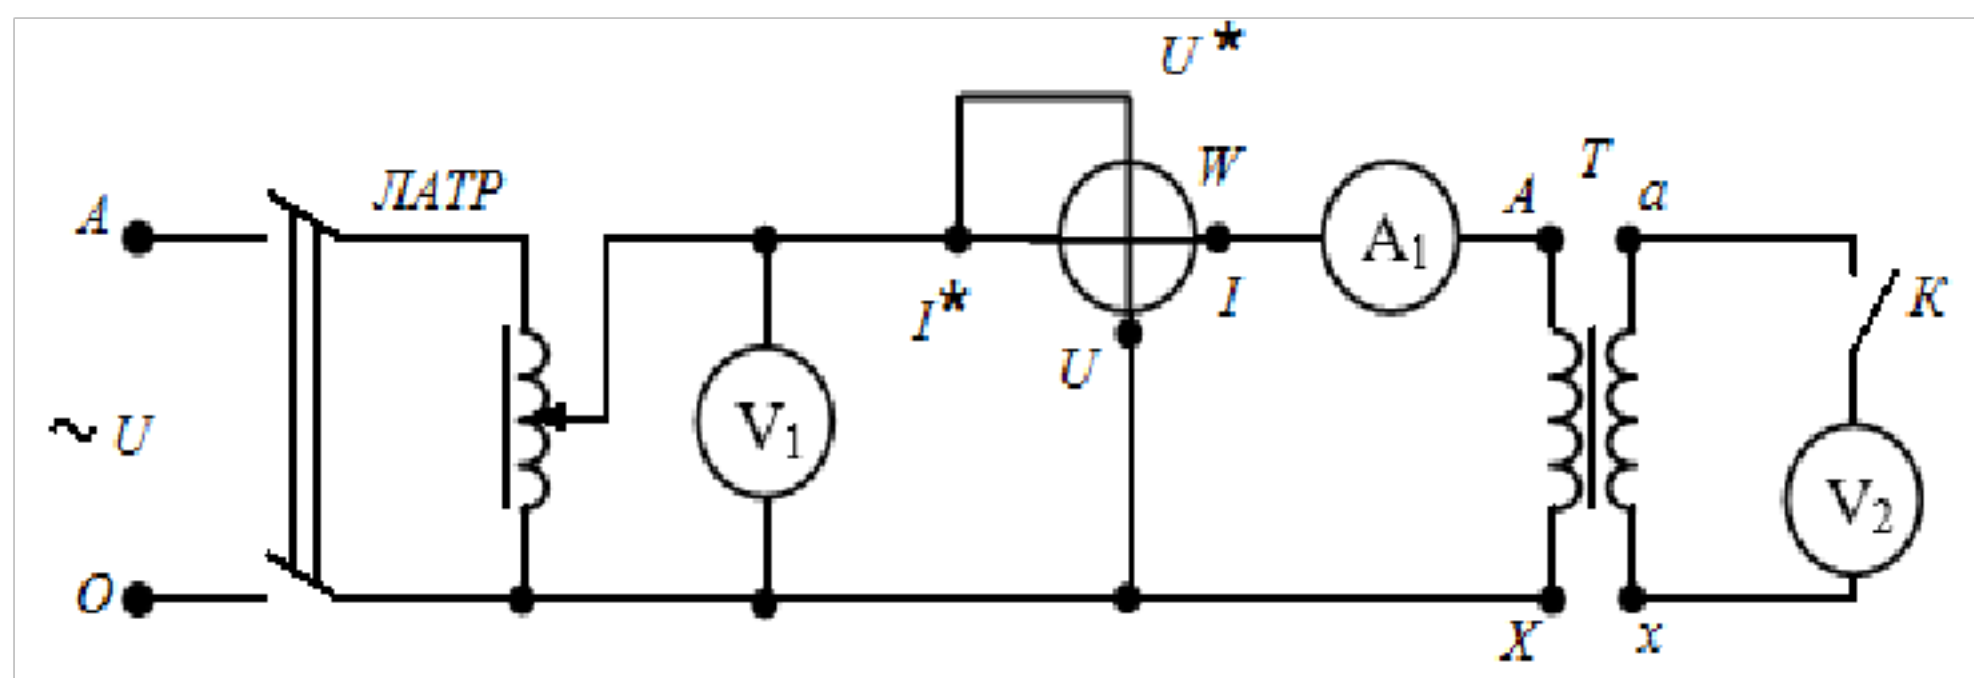

Рисунок 6.4 – Схема испытания трансформатора в режиме холостого хода
1. Выполнить опыт холостого хода. Для этого собрать схему (рис. 6.4). При определении потерь холостого хода P_0 ключ K в цепи вторичной обмотки должен быть замкнут на вольтметр. Результаты измерений при нескольких значениях U_1 занести в таблицу 6.1.